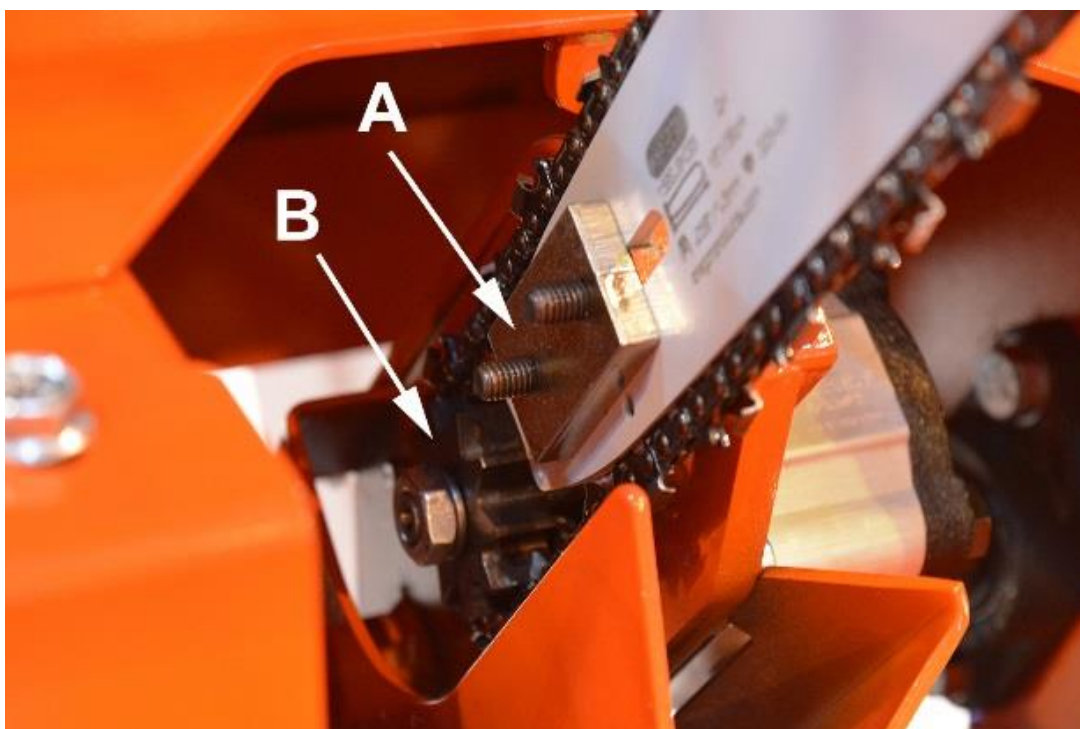

Bild 27.
2. Lossa svärdets bultar helt (2 st.) och ta bort svärdets fästplatta A på bild 27
4. Sätt ett nytt svärd mot kugghjul B på bild 27, vrid i spåret och fäst kapsvärdets bultar samt fästplattan A löst.